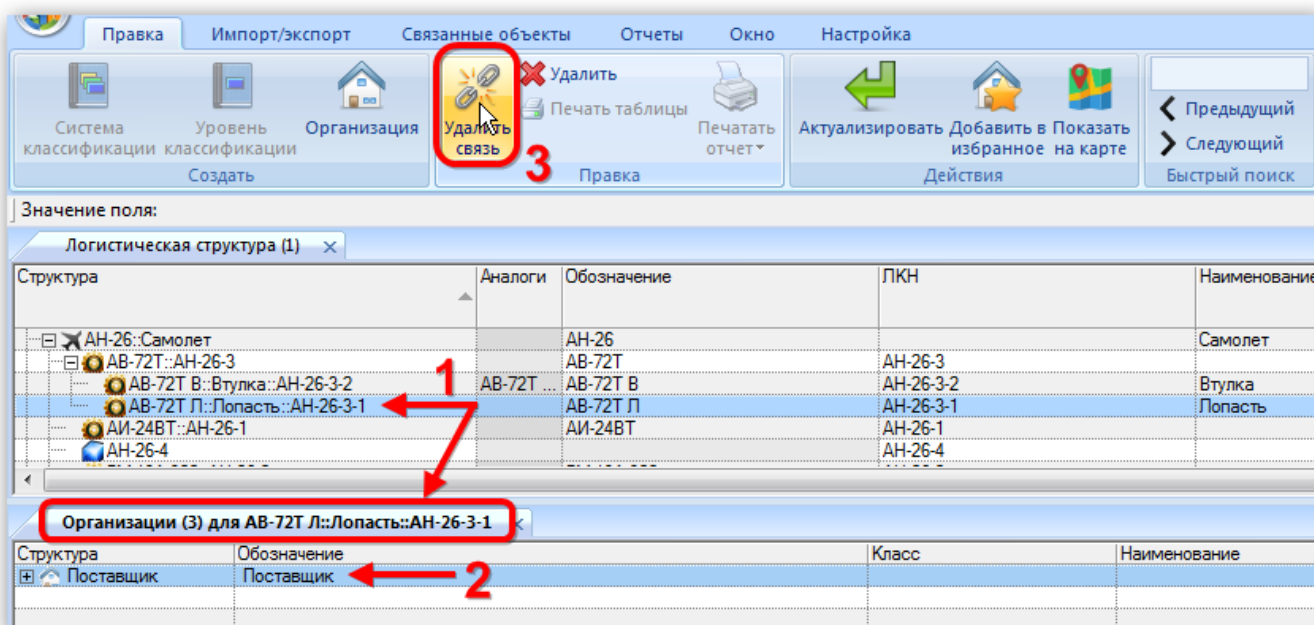

Рис. 9-54 – Удаление связи между организацией и компонентом
- 2) Выбрать компонент (1 на рис. 9-54).
- 3) Выбрать одну или несколько организаций в окне связанных объектов «Организации» для компонента (2 на рис. 9-54). Для выделения нескольких организаций используйте клавиши CTRL и SHIFT.
- 4) Нажать кнопку «Удалить связь» панели «Правка» (3 на рис. 9-54).